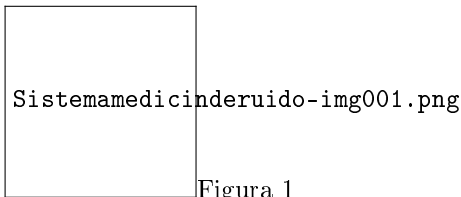

Figura 1
En un resumen técnico de la empresa Agilent Technologies [1] se propone los equipos mostrados en la figura 1 como un sistema para realizar pruebas con fuentes de ruido, entre ellas su calibración, para aplicaciones de radio frecuencia (RF) y microondas (UW). De acuerdo a esta nota técnica, el sistema planteado estaría compuesto por tres equipos fundamentales de Agilent Technologies, asociados con equipos periféricos de interconexión y apoyo.
El sistema incluye además fuentes de ruido, cables de interconexión y adaptadores coaxiales, algunos de los cuales se aprecian en la figura 1.
Si la caracterización de fuentes de ruido bien puede realizarse con un analizador de figura de ruido, como el equipo N8975A de la figura 1, la empresa Agilent sugiere emplear dos dispositivos adicionales, si se desea disponer de la instrumentación adecuada para calibración de fuentes de ruido con elevada exactitud y trazabilidad.